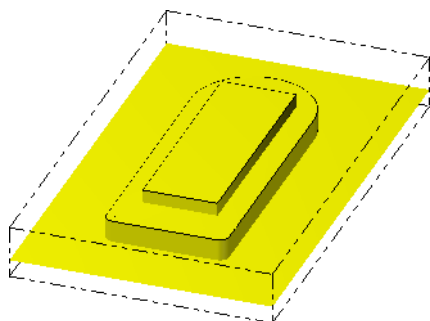

图 10-139 选取曲面
② 选择主菜单中的“刀具路径” | “曲面精加工” | “精加工浅残料清角加工”命令，或直接在刀具路径管理器的树状结构图空白区单击鼠标右键，在弹出的快捷菜单中选择“铣削刀具路径” | “曲面精加工” | “残料清角”命令。
③ 根据系统提示框选所有的曲面并按回车键，如图 10-139 所示。最后在弹出的“刀具路径的曲面选取”对话框中单击“确定”按钮 。